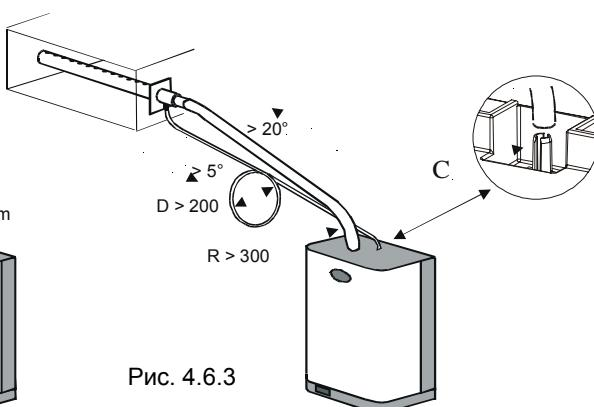

Рис. 4.6.3
- Для короткой прокладки (менее 2 м) сгиб радиусом не менее 300 мм, далее подъем вверх под углом не менее 20° (см. Рис. 4.6.3).
Если позволяет расстояние до распределителя, трубку можно подсоединить к патрубку С (входит в комплект поставки), который привинчивается сверху увлажнителя для слива конденсата обратно в паровой цилиндр (см. Рис.4.6.3).